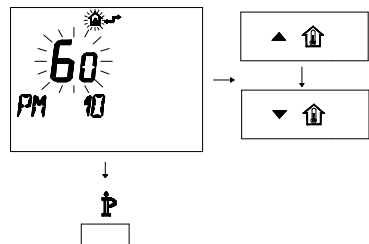

Figura 5.66
- Per modificare il SET programmato agire sui pulsanti $\blacktriangle \uparrow$ o $\blacktriangledown \downarrow$ e aspettare che il numero programmato cominci a lampeggiare (Figura 5.66).